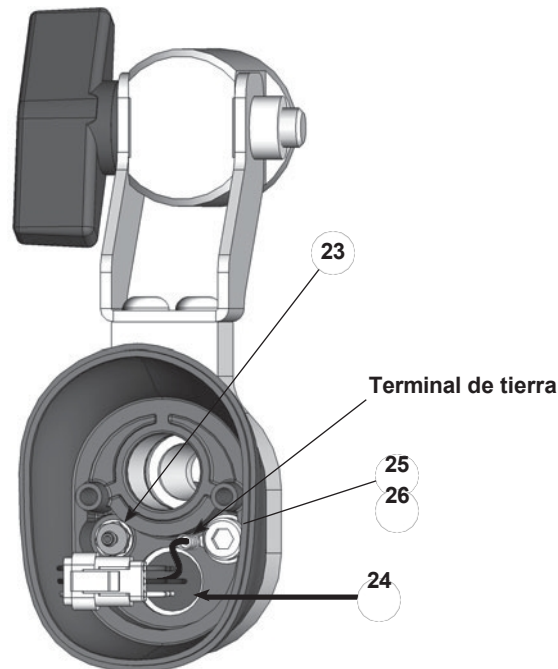

Figura 17 Desmontaje del cañón : sustitución del receptáculo del cable y del accesorio con espigas
5. Inserte un destornillador pequeño de punta plana en la ranura de los conectores del arnés y separe el arnés del receptáculo (24) del arnés de la fuente de alimentación.
6. Véase la Figura 17. Desconecte el tubo de lavado de aire limpio del racor (23) dentro la parte trasera del cuerpo.
- a. Consulte la Figura 17. Utilice una llave hexagonal de 4 mm para quitar el tornillo de cabeza hexagonal (25) y la arandela (26) y desconecte el terminal de tierra.
- g. Véase la figura 17. Conecte el terminal de tierra a la tapa final con el tornillo de cabeza hexagonal y la arandela (25, 26).
16. Véase la figura 17. Conecte el tubo de lavado de aire al racor dentado y el arnés de alimentación al arnés del receptáculo del cable.